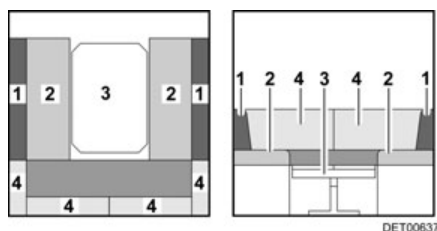

Fig. 123 Pendant la transformation
- Tirer les coussins d'assise (Fig. 123,2) vers le centre.
- Placer les coussins de dossier (Fig. 123,1) entre les coussins d'assise et la paroi extérieure.
- Enlever les coussins de dossier (Fig. 123,4) et les placer de côté.